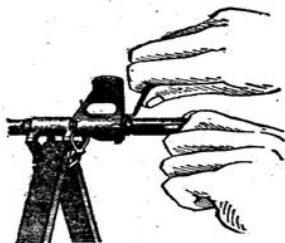

Рис. 21. Отделение дульного тормоза-компенсатора
4. **Отделить у автомата дульный тормоз-компенсатор** (рис. 21). Утопить отверткой фиксатор дульного тормоза-компенсатора. Свернуть дульный тормоз-компенсатор с резьбового выступа основания мушки (со ствола), вращая его против хода часовой стрелки. В случае чрезмерно тугого вращения дульного тормоза-компенсатора допускается использовать выколотку (шомпола), вставленную в окна дульного тормоза-компенсатора.